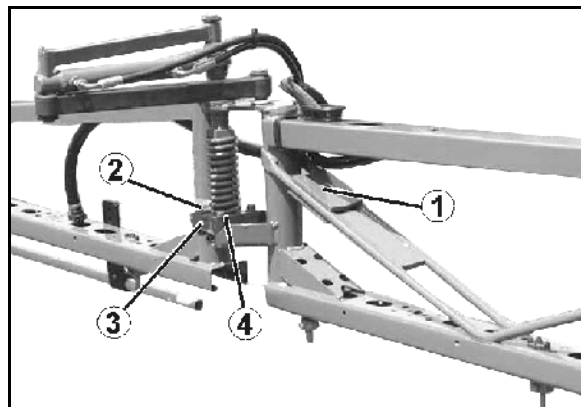

図 139
散布ノズルが地面から同じ高さで平行になっていない場合、スイング補正のロックを解除し、展開したスプレーヤーブームをおもり (図 139/1) で調節する必要があります。おもりはサイドアームに適切に取り付けます。
1. 取り付けブラケット (図 139/3) のねじ (図 139/2) を外します。位置合わせは取り付けブラケットの長穴を通じて直接樹脂製クラッチ (図 139/4) で行います。
3. ねじ (図 139/2) を締め付けます。